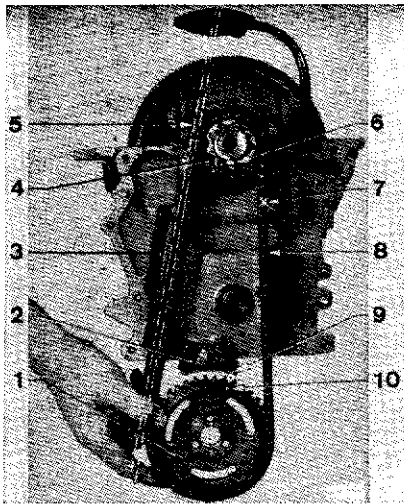

Fig. 4. — Calage de la distribution
- Déposer le couvre-culbuteurs, les écrous, culbuteurs, rotules et poussoirs, le pignon d'arbre à cames (le laisser reposer sur son support en tôle (fig. 4 rep. 2). Attention la figure 4 représente le moteur déposé et à l'envers).